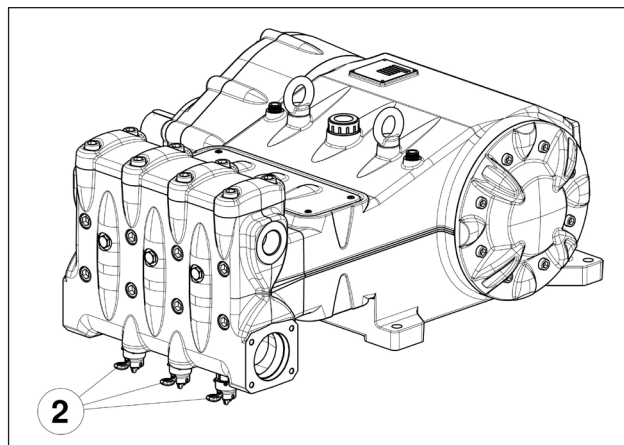
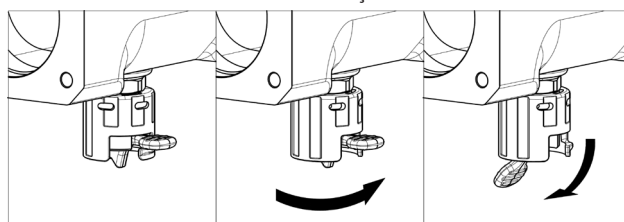

Fig. 9
Fig. 10
Em caso de armazenamento prolongado ou inatividade por longos períodos, verifique o bom funcionamento das válvulas de aspiração, abrindo os três dispositivos do elevador (ver pos. ② Fig. 9). Certifique-se de ter fechado as válvulas antes de iniciar a bomba. Para as posições de "trabalho" e de "repouso", veja Fig. 10.